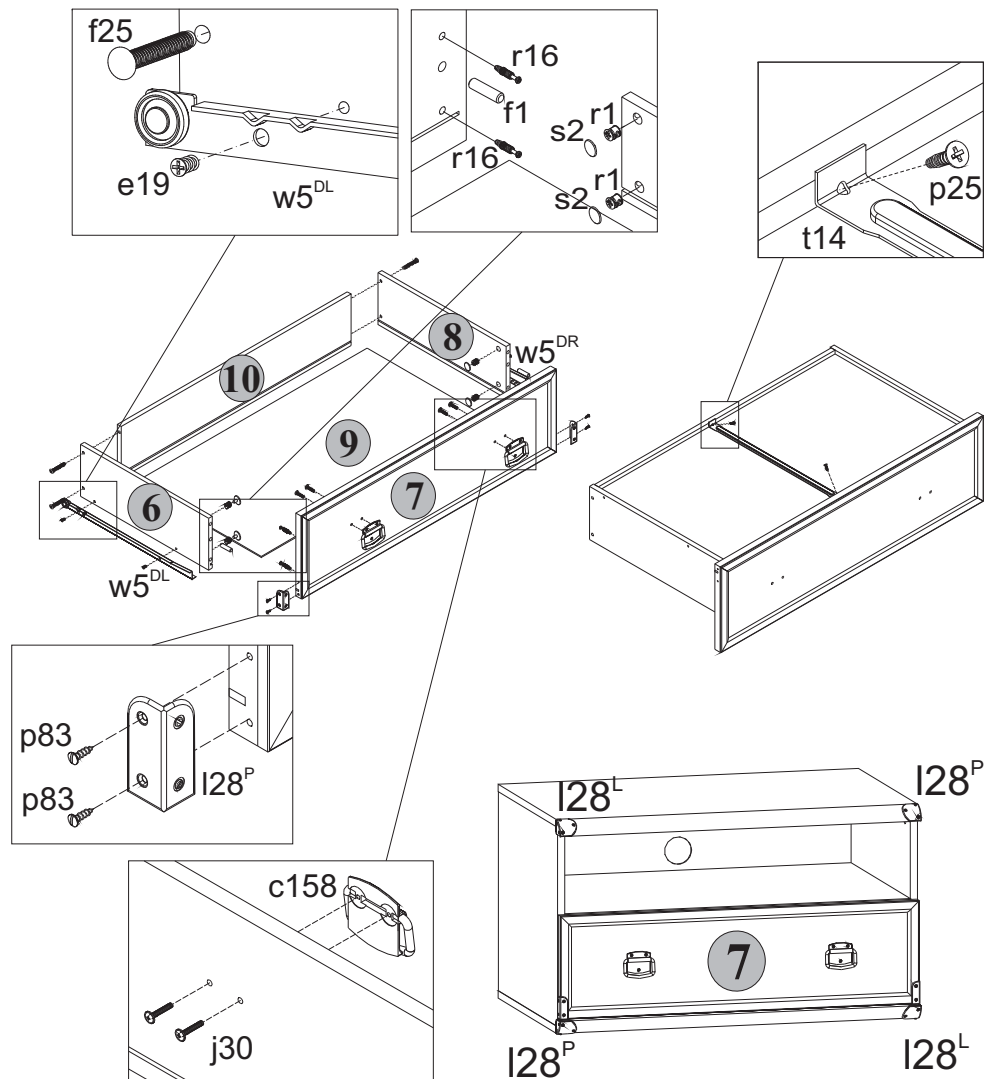

Рис. 3
5.12 В отверстия диаметром **8 мм** на передних кромках стенок боковых **6** и **8** корпуса выдвижного ящика вбить деревянные шканты **f1** (**см.рис.3**).
5.13 В отверстия диаметром **15 мм** на внутренних поверхностях стенок боковых **6** и **8** корпуса выдвижного ящика вставить стяжки эксцентрикковые **r1** (**см.рис.3**).
5.14 В отверстия диаметром **5 мм** на внутренней поверхности панели передней **7** ящика выдвижного с помощью крестообразной отвертки вкрутить винты стяжки **r16** (**см.рис.3**).
5.16 Соединить панель переднюю **7** с корпусом ящика выдвижного и затянуть стяжки эксцентрикковые **r1**, пользуясь специальным ключом **z1**. Закрывать стяжки эксцентрикковые заглушками **s2** (**см.рис.3**).